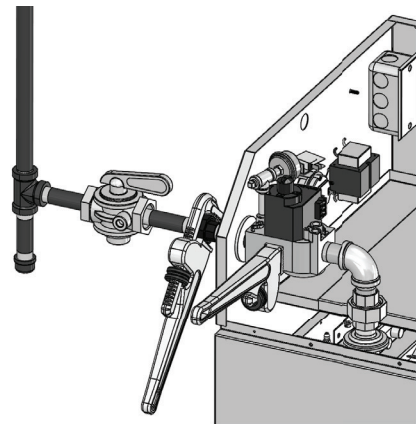

Figure 6-2 Clé de support de vanne de gaz pour le raccordement de la tuyauterie
8. Raccorder le tuyau de gaz à l'entrée de l'appareil. Utiliser une clé pour soutenir le collecteur de gaz sur l'appareil (FIG 6-2).